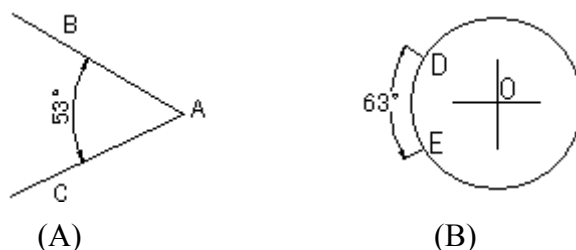

图 9-13 用 Dimangular 命令标注角度
用 Dimangular 命令标注如图 9-13 所示图形中的角度。操作步骤如下:
拾取图 9-13 (B) 中 D 点———选择标注对象